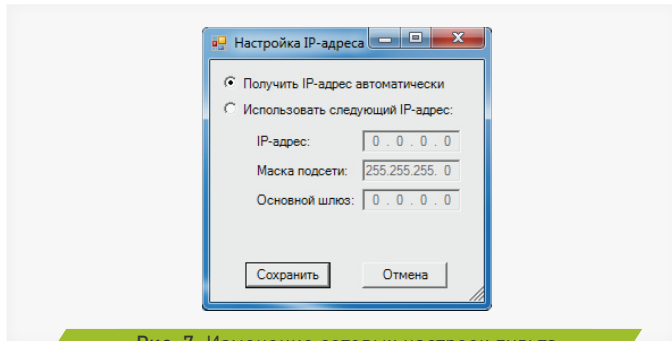

Рис. 7. Изменение сетевых настроек пульта
**6. Кнопка «обновить» предназначена для повторного поиска устройств в сети, а кнопкой «настроить адрес» вызывается окно (Рис. 7) для изменения сетевых настроек пульта.**